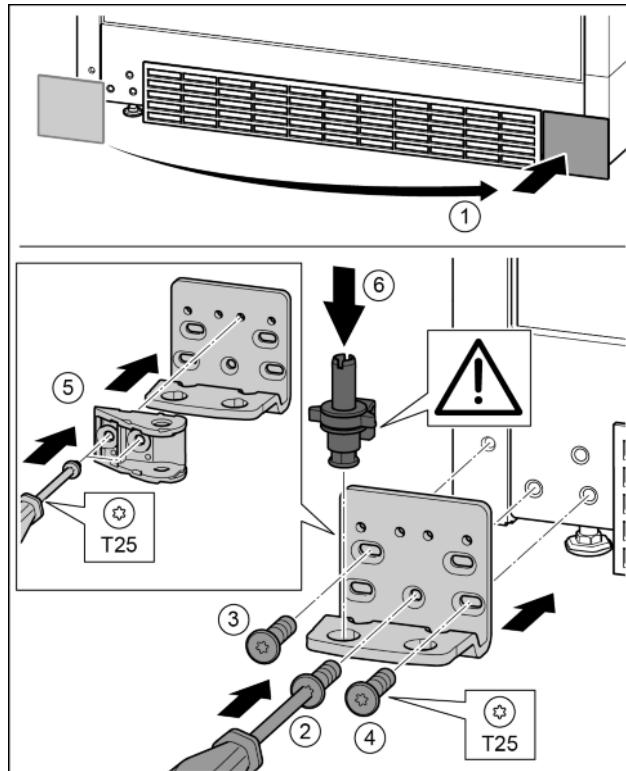

Fig. 30
- ▶ Зніміть кришку та встановіть її з іншого боку. Fig. 30 (1)
- ▶ Встановіть опорний кронштейн з іншого боку і закріпіть гвинтами за допомогою викрутки T25. Почніть із гвинта 2 знизу посередині. Fig. 30 (2)
- ▶ Закрутіть гвинти 3 та 4. Fig. 30 (3, 4)
- ▶ Поверніть з'єднувальний елемент демпфера на 180°. Пригиніть з іншого боку опорного кронштейна за допомогою викрутки T25. Fig. 30 (5)
- ▶ Вставте цілком опорний гвинт. При цьому виступ фікатора повинен бути спрямований назад. Fig. 30 (6)